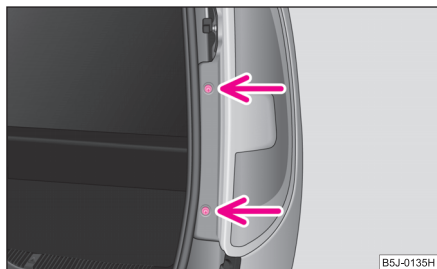

Fig. 191 Déposer le bloc optique arrière
- Dévissez le bloc optique arrière ⇒ fig. 191.
- Revissez le bloc optique arrière ⇒ page 219, fig. 191.